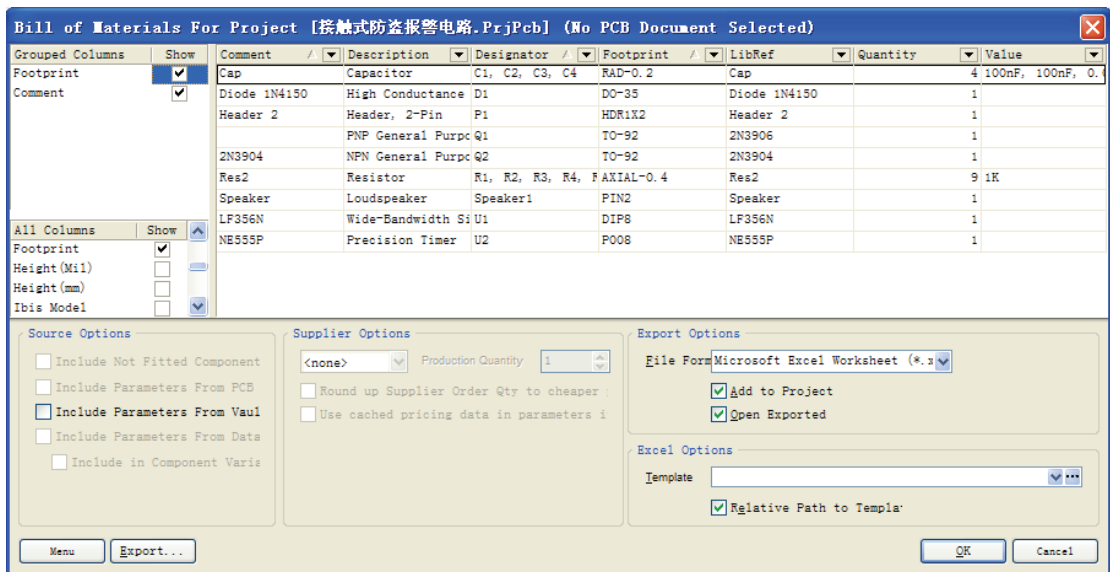

图 3-40 报表管理器对话框
(1) 打开项目“接触式防盗报警电路.PrjPcb”，打开“接触式防盗报警电路.SchDoc”。
(2) 执行菜单命令【Reports】→【Bill of Materials】，弹出报表管理器对话框，如图 3-40 所示。报表管理器对话框用来配置输出报表的格式。
- 单击图 3-40 中的 **Export...** 按钮，弹出对话框，保存后自动打开报表，如图 3-44 所示。